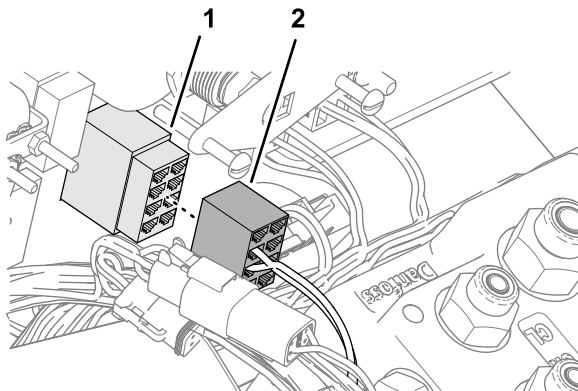

Figura 85
6. Enchufe el conector hembra de 8 vías del arnés de cables del kit marcado ROAD SWITCH (Figura 85) en el interruptor de 2 posiciones que instaló en Montaje del interruptor de carretera en el salpicadero (página 33).